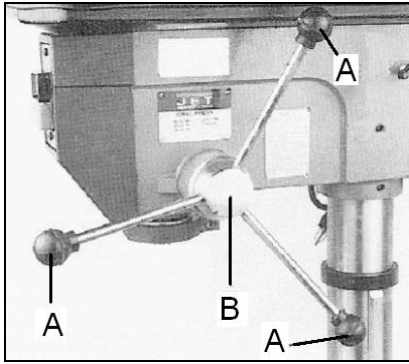

Fig 5
Fixer les 3 poignées de manivelle (A, Fig. 5) sur le moyeu (B).